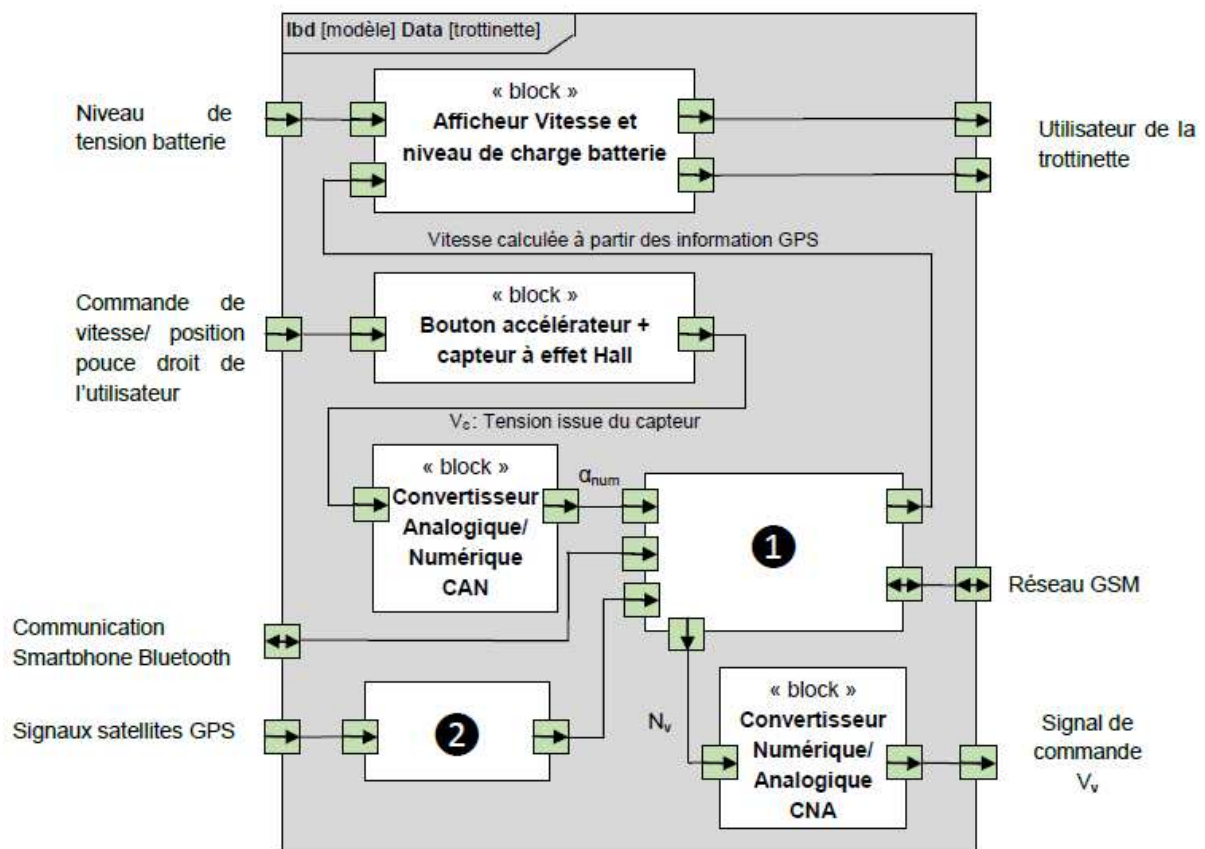

Figure 5 : Diagramme de blocs internes partiel
Question II.1 **Nommer** les blocs ❶ et ❷ du diagramme de blocs internes *figure 5*